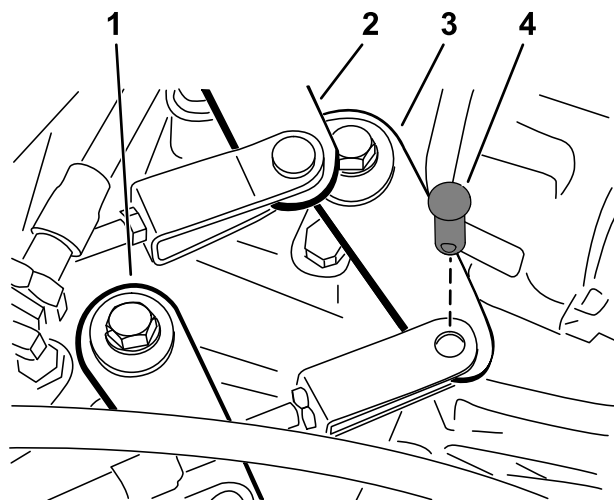

Figure 44
2. Retirez les axes de chape qui fixent les câbles de sélection aux bras de sélection de la boîte-pont (Figure 44).
1. Retirez l'axe de chape qui fixe le câble de gamme haute/basse à la boîte-pont (Figure 44).